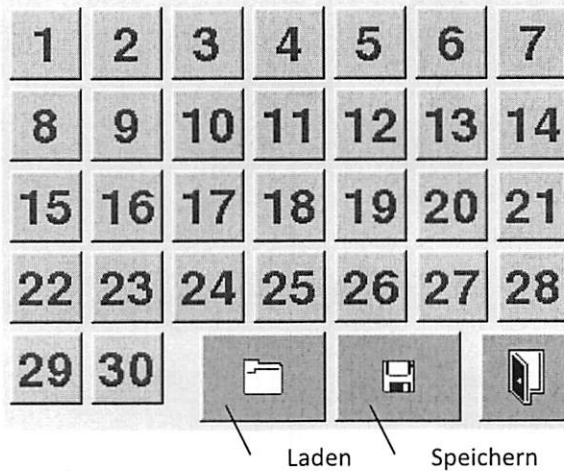

Abbildung 31 Programmübersicht
→ Es öffnet sich eine neue Maske (Abbildung 31)
- Es öffnet sich eine neue Maske (Abbildung 31)
Durch anklicken auf die Symbole  bzw.  auf der Speichermaske (Abbildung 31) können die aktuellen Programmeinstellungen auf einen USB-Stick gesichert bzw. von einem USB-Stick geladen werden.